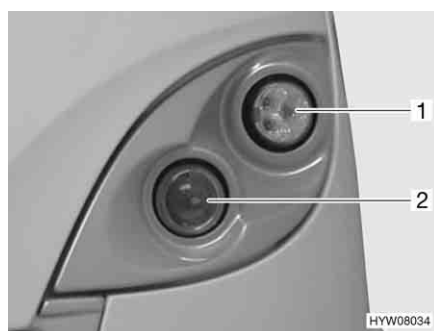
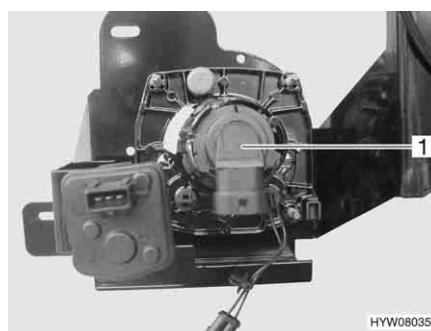

Fig. 164 Fari anteriori (lato anteriore)
Fig. 165 Fari anteriori (lato posteriore)
**Luce diurna (Fig. 164,1)**
**Faro anabbagliante/abbagliante (Fig. 164,2 e Fig. 165,1)**